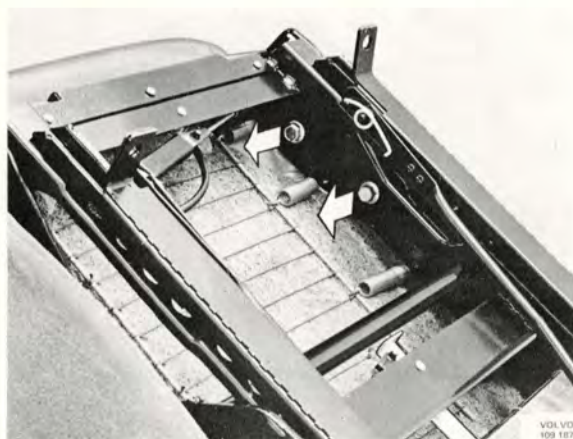

Bild 8-16. Demontering av sittdyna
3. Dra isär kontaktstyckena mellan ryggstödet och sittdynan. Demontera fästskruvarna "fällbeslag-sittdyna", bild 8-16 och ta bort sittdynan.
3. Dra isär kontaktstyckena mellan ryggstödet och sittdynan. Demontera fästskruvarna "fällbeslag – sittdyna", bild 8-16 och ta bort sittdynan.